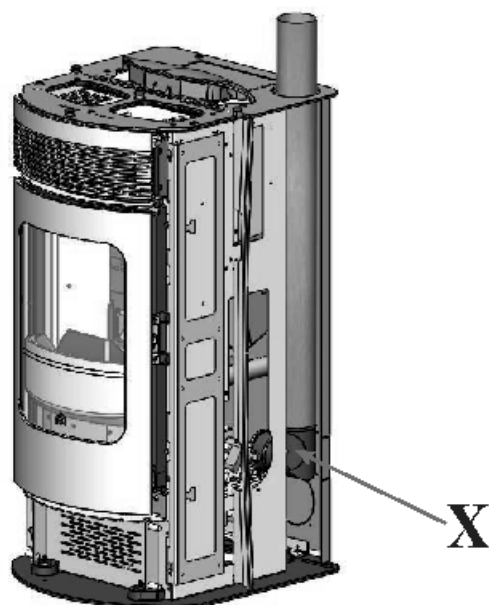

Abb. 15
- Das Verbindungskniestück (X - Abb. 15) mit Schelle an der Rauchauslassschnecke abnehmen und mit dem Einsatzstück für den Anschluss an das (nicht mitgelieferte) Rauchauslassrohr nach oben gerichtet wieder platzieren.